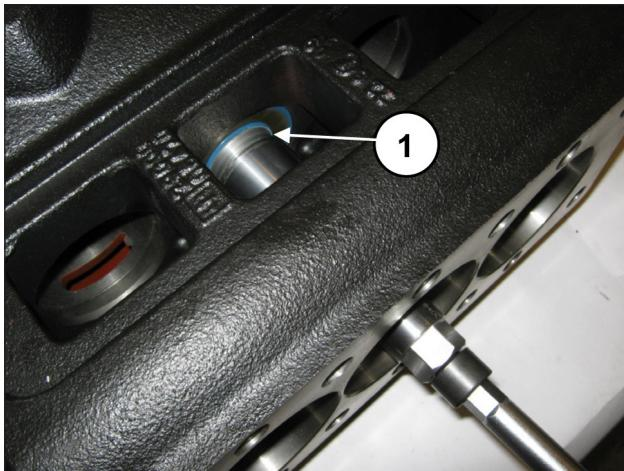

Abb. 34
Setzen Sie das Werkzeug zwischen Schaft und Lippe des Ölabstreifings ein (Pos. ①, Abb. 34) und treiben Sie mit dem Schlagwerk den konischen Teil in den Ölabbreifring (Pos. ①, Abb. 35).